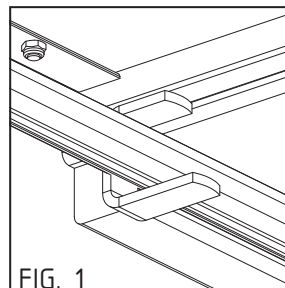
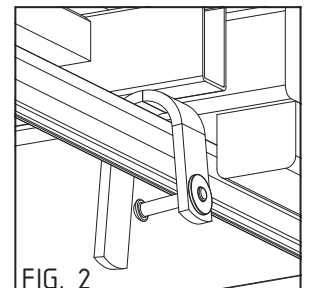

FIG. 1
FIG. 2
1. Posizionare l'elemento botola (1) sul piolo del telaio avendo cura di innestare gli agganci come mostrato in FIG. 1 e FIG. 2.